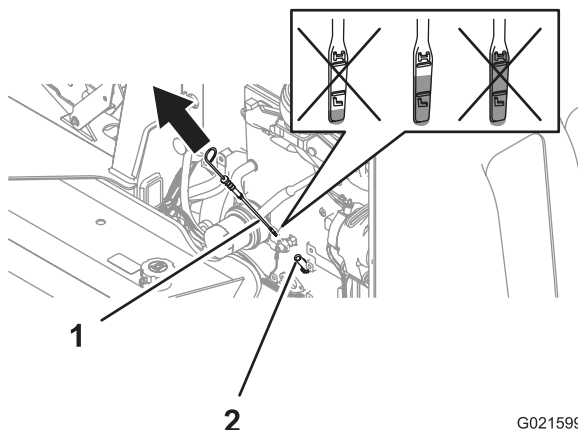

Bild 21
2. Nehmen Sie den Peilstab (Bild 21) heraus und wischen Sie ihn mit einem sauberen Lappen ab (Bild 21).
3. Stecken Sie den Peilstab ganz in das Peilstabrohr und ziehen ihn dann heraus (Bild 21).